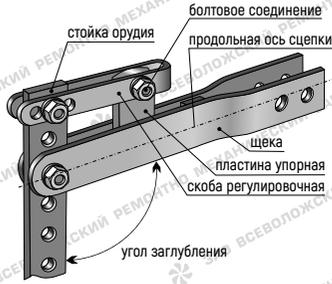
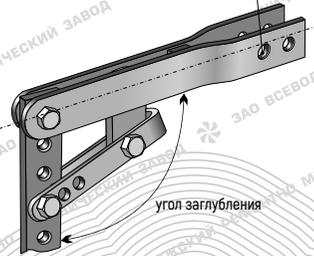

Рисунок 1. Установка сцепки опорной пластиной вверх (стандартно).
Рисунок 2. Установка сцепки опорной пластиной вниз
- установить и закрепить сцепку в сцепном устройстве мотокультыватора упорной пластиной или винтом вверх, см. рисунок 1, 4 (при необходимости увеличения диапазона регулировки рабочей высоты стойки навесного орудия возможна установка сцепки упорной пластиной [винтом] вниз, см. рисунок 2);
- разверните регулировочную скобу или винт из транспортного положения в рабочее (см. рисунок 1, 2, 3, 4), и отрегулируйте угол заглубления орудия совмещением соответствующих отверстий в стойке и регулировочной скобе (ступенчатого), либо вращением регулировочного винта (плавного). Заданный угол заглубления зафиксируйте крепежом из состава сцепки;